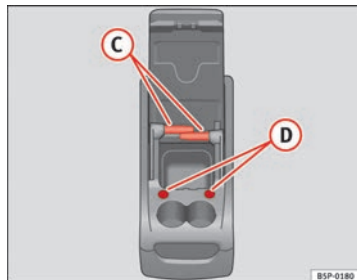

Fig. 114 Cassetto portaoggetti estraibile. Funzioni
Per utilizzare il tavolo (C) → fig. 114 estrarlo dal suo alloggiamento nel lato del cassetto portaoggetti estraibile e collocarlo nel suo alloggiamento (D) → fig. 114 nella parte anteriore del cassetto portaoggetti estraibile.